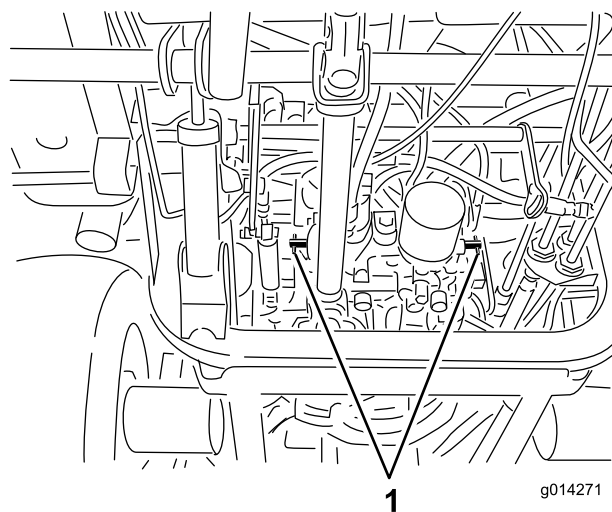

图28
- 将各个旁通阀分别逆时针旋转 1 圈 图28。
- 将各个旁通阀分别顺时针旋转 1 圈并用手拧紧 图28。
- 如 图28 所示上紧阀门扭矩至约 8N·m。